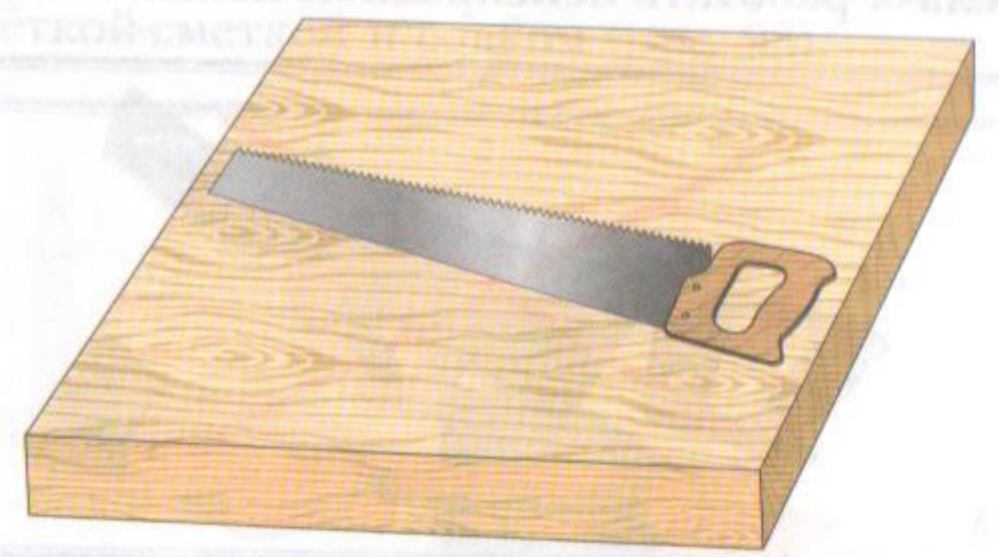

Рис. 92
1. Ножовку класть на верстак зубьями от себя (рис. 92).